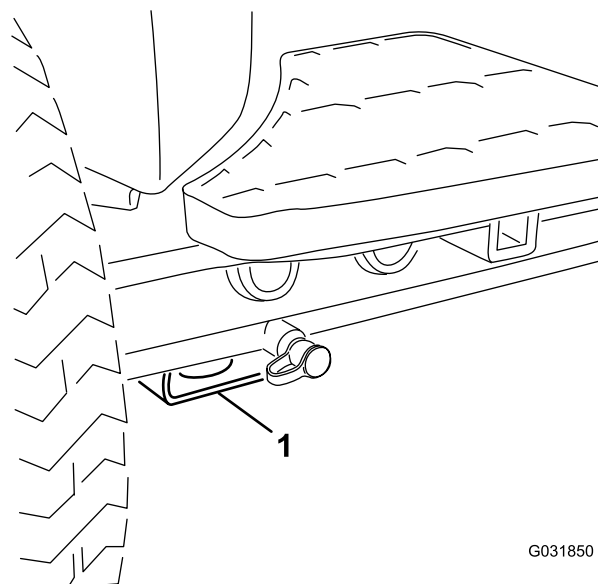

Figure 59
- **Avant de la machine** – patin rectangulaire, sous le tube d'essieu, à l'intérieur de chaque roue avant (Figure 59).